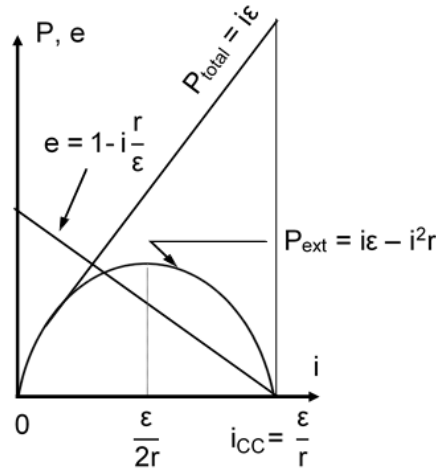

Figura 16.4: Potencia externa y eficiencia en función de la corriente.
- 4) Con los valores de i y conociendo las constantes ε y r , grafique $P = f(i)$ similar al de la figura 16.4. ¿Cuál es la resistencia para la cual la “potencia exterior” es la máxima?